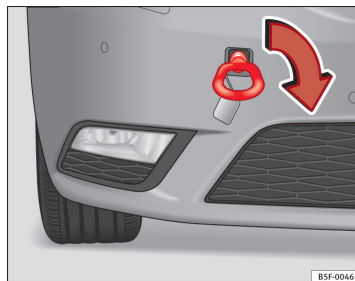

Fig. 128 Pare-chocs avant droit : œillet de remorquage vissé
- Vissez l'œillet de remorquage dans le filetage ⇒ **fig. 128** jusqu'en butée et serrez-le à fond avec la clé pour boulons de roues.